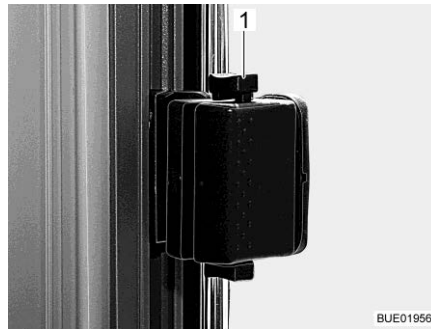

Fig. 99 Fenêtre coulissante, verrouillée
- Pousser le verrou (Fig. 99,1) vers le bas.